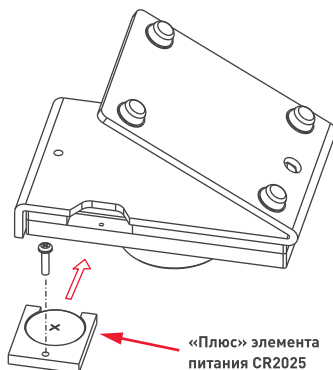

Рисунок 1. Установка элемента питания.
- Установите элемент питания CR2025 в контейнер и установите контейнер в панель, соблюдая полярность (Рис. 1). Закрепите контейнер в панели при помощи винта.